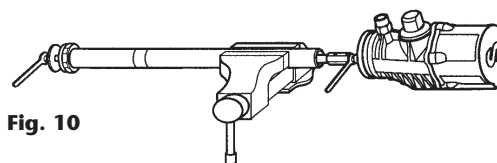

Fig. 10
4. Introduzca una llave plana en el fresado del eje pistón de aire. Afloje y quite la tuerca (41) y retire la arandela (40) (fig. 10).